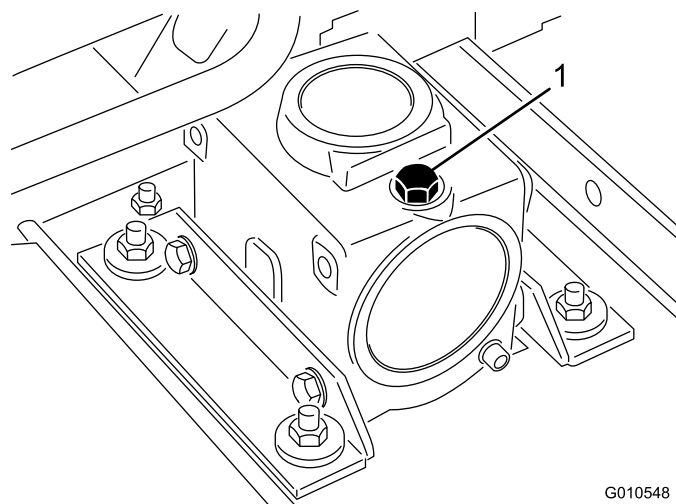

Figure 12
2. Retirez la jauge/le bouchon de remplissage du haut du boîtier d'engrenages (Figure 12) et vérifiez que le niveau de lubrifiant se situe entre les repères de la jauge. Si le niveau de lubrifiant est bas, ajoutez suffisamment de lubrifiant pour faire monter le niveau entre les repères.